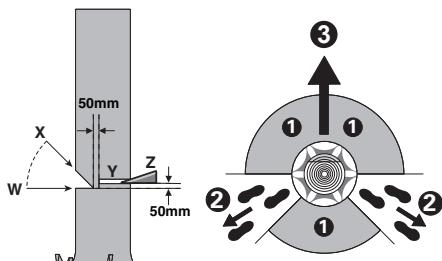

Figura 1
Antes de abater, deveria planejar um caminho de fuga e se necessário abrir um caminho. O caminho de fuga deve estender-se para trás e na diagonal para a parte traseira da linha de queda esperada, conforme ilustrado na Figura 1.
Realize o entalhe em 1/3 de diâmetro da árvore, perpendicularmente à direção da queda, conforme ilustrado na Figura 1. Primeiro fazer o corte horizontal inferior (W). Desta forma evita-se que a corrente de serra ou o carril de guia emperre ao fazer o segundo corte (X).
Realize o corte (Y) traseiro de abate a pelo menos 50 mm mais alto do que o corte de entalhe horizontal, conforme ilustrado na Figura 1. O corte de abate deve ser executado paralelamente ao corte horizontal da boca. O corte de abate só deve ser feito de modo que ainda permaneça uma parte não cortada (dobradiça) entre a linha de abate e a boca. A dobradiça evita que a árvore possa virar e tombar para o lado errado. Não cortar a dobradiça. Aproximando-se da dobradiça, o corte de abate deveria provocar a queda da árvore. Se houver risco de a árvore tombar numa direção não desejada, ou se a árvore balançar para frente e para trás, emperrando a corrente de serra, deverá interromper o corte de abate e introduzir cunhas de madeira,